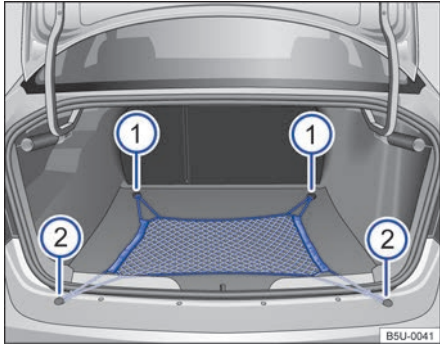

Fig. 79 En el maletero: red para equipaje.
Encajar las asas de la red para equipaje → fig. 79 ⓘ y ② en los ojales existentes en el maletero.